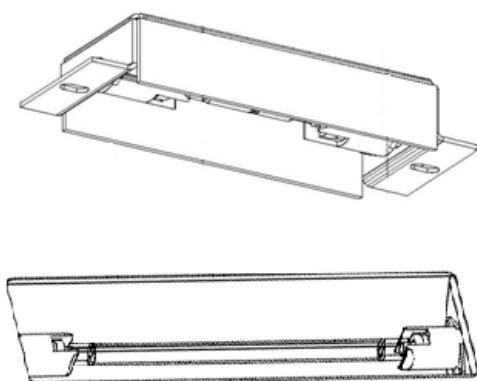

Figura 5.1a
3. Rimuovere la lampada guasta muovendola in direzione della lunghezza del portalampada (v. figura 5.1a).